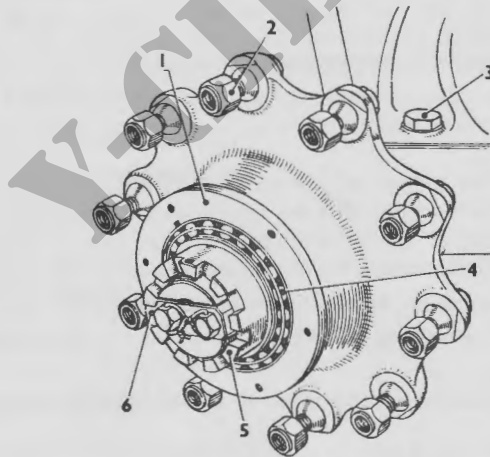

Fig. 54. Loopwielnaaf
- ( 5 ) Verwijder de borgdraad van de bouten waarmee de borgplaat van naafmoer is bevestigd (combinatietang) en vervolgens de bevestigingsbouten ( $9/16$ -in steeksleutel) en de borgplaat (fig 54 nr 6).